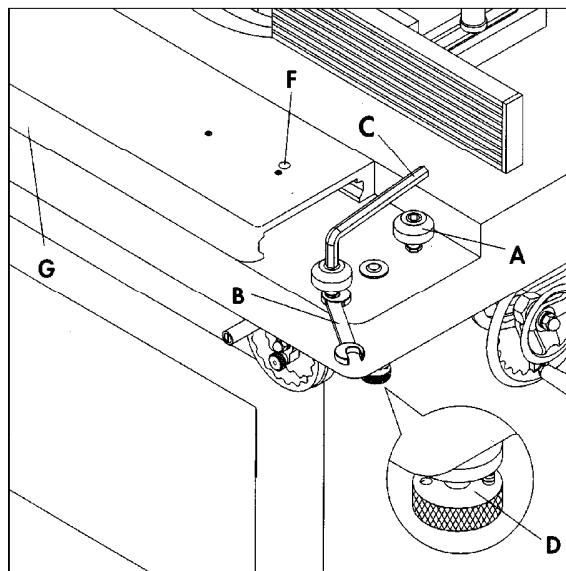

Рисунок 24
На каретке имеется шесть эксцентриковых роликов (A, рис. 24). Если каретка движется не стабильно или не по прямой, отрегулируйте ее следующим образом:
1. Ослабьте ролик (A, рис. 24) при помощи торцевого шестигранного ключа (C, рис. 24).
2. При помощи рожкового ключа (B, рис. 24) поверните ролики, как требуется.
3. При помощи торцевого ключа (C, рис. 24) закрепите настройку ролика.
Чтобы работать с кареткой (F, рис. 24) потяните вниз ручку с насечками (D, рис. 24) и поверните ее на 180 градусов, пока в отверстие на противоположной стороне не войдет штифт. Теперь каретку можно перемещать вперед-назад.
Чтобы закрепить каретку в центральном положении, переместите ее заподлицо с основным столом. Потяните вниз ручку с насечками (D, рис. 24) и поверните ее на 180 градусов, пока она не войдет в зацепление со штифтом.